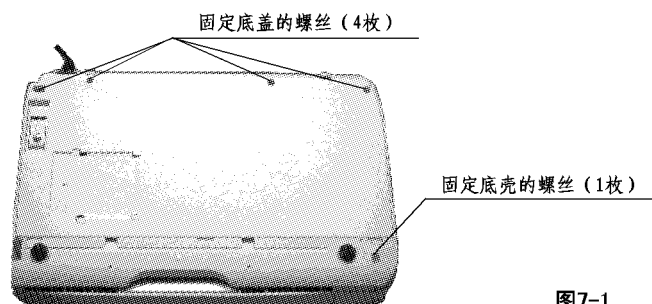

图7-1
(1) M1(主板)/M4(模拟)/M9(电源)电路板的拆卸方法
a) 拆卸固定后盖的螺丝(4枚)。(图7-1)